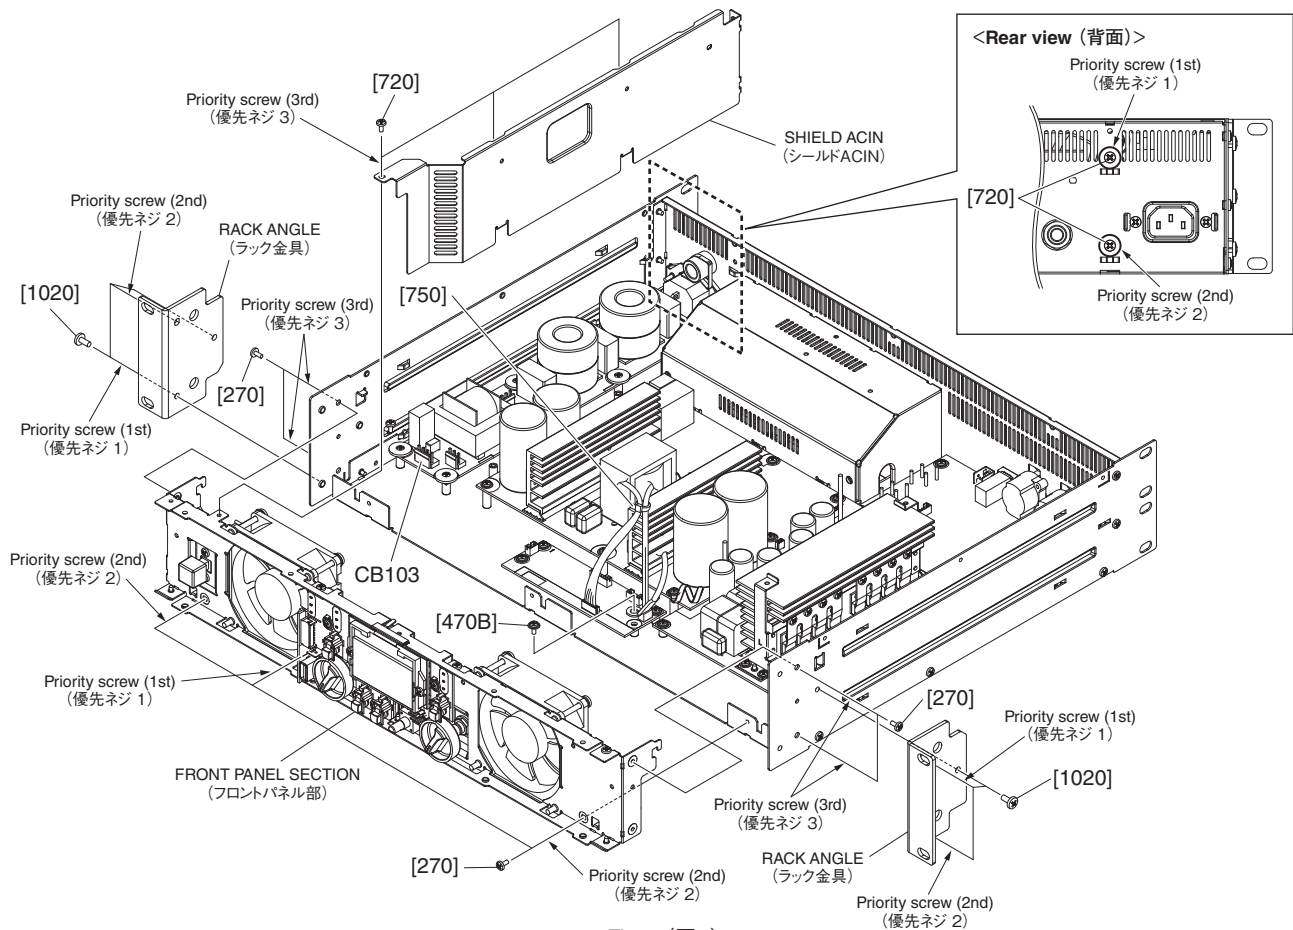

Fig. 6 (図6)
- 9-3 Remove the connector of the CB103 from ACIN circuit board. (Fig. 6)
- 9-4 Remove the cable tie marked [750]. (Fig. 6)
- 9-5 Remove the five (5) screws marked [720]. The shield ACIN can then be removed. (Fig. 6)
- \* **When installing the shield ACIN, first tighten the priority screws as shown in Fig. 6.**
- 9-6 Remove the six (6) screws marked [1020]. The right and left rack angles can then be removed. (Fig. 6)
- \* **When installing the rack angles, first tighten the priority screws as shown in Fig. 6.**
- 9-7 Remove the screw marked [470B]. (Fig. 6)
- 9-8 Remove the seven (7) screws marked [270]. The front panel section can then be removed. (Fig. 6)
- \* **When installing the front panel section, first tighten the priority screws as shown in Fig. 6.**
- 9-3 ACINシートからCB103のコネクタを外します。(図6)
- 9-4 [750]のインシュロックタイを外します。(図6)
- 9-5 [720]のネジ5本を外して、シールドACINを外します。(図6)
- ※ シールドACINを取り付ける際は、優先ネジを図6に示す順で締めてください。
- 9-6 [1020]のネジ6本を外して、左右のラック金具を外します。(図6)
- ※ ラック金具を取り付ける際は、優先ネジを図6に示す順で締めてください。
- 9-7 [470B]のネジ1本を外します。(図6)
- 9-8 [270]のネジ7本を外して、フロントパネル部を外します。(図6)
- ※ フロントパネル部を取り付ける際は、優先ネジを図6に示す順で締めてください。